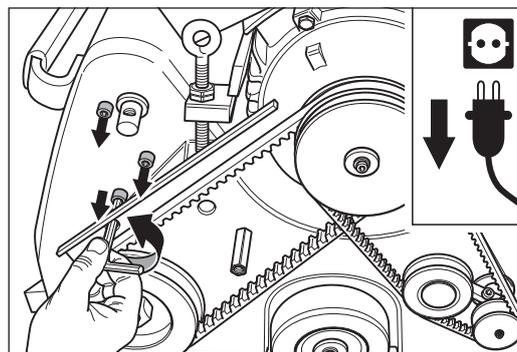

Abb. 71 Das Aggregat festhalten und **gleichzeitig** die drei Befestigungsschrauben des Aggregats entfernen.
- 8 Halten Sie mit einer Hand das Aggregat fest und entfernen Sie **gleichzeitig** mit der anderen Hand die drei Befestigungsschrauben des Aggregats (Abb. 71). So kann das Aggregat nicht auf die Schleifwalze fallen.